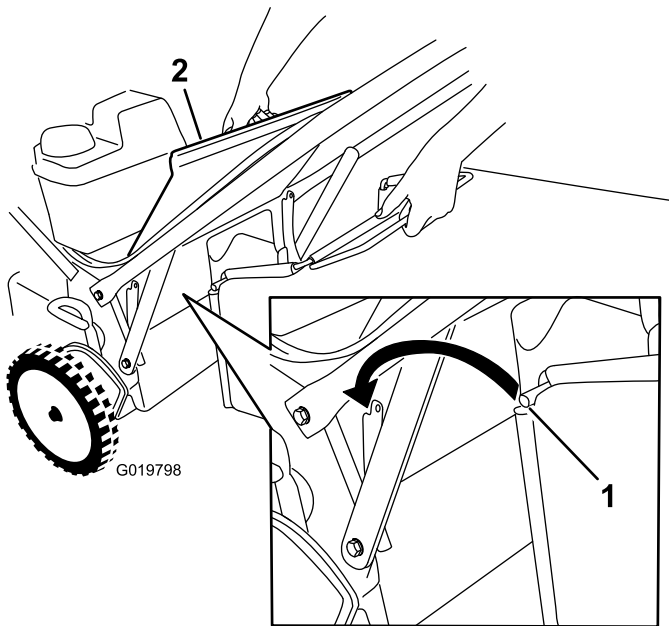

Bild 24
- 1. Heben Sie die Heckklappe an und halten Sie sie hoch (**Bild 24**).
3. Setzen Sie die Fangkorbstange in die Kerben an der Unterseite des Holms ein und bewegen den Fangkorb nach vorne und hinten, um sicherzustellen, dass die Stange richtig in den Kerben sitzt, siehe **Bild 24**.